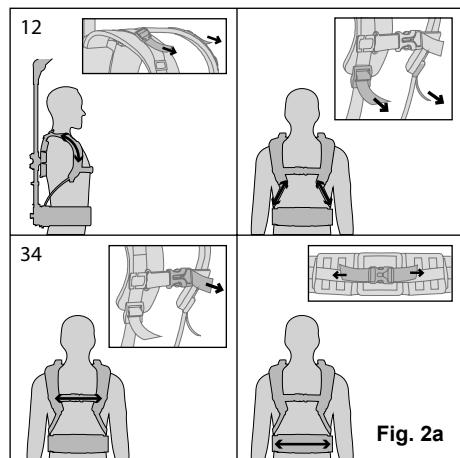

Fig. 2a
- Stellen Sie die Gurte nach persönlichen Vorlieben ein. (Fig. 2a)